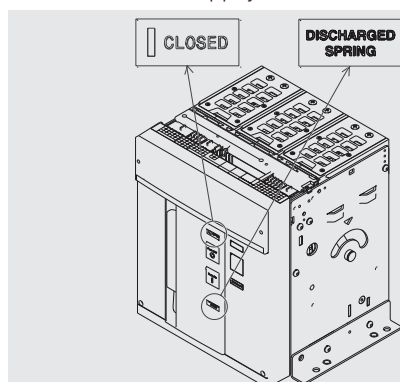

Figure 74
5. Contrôler que le disjoncteur soit fermé (indicateur ouvert/fermé "I - CLOSED"), et contrôler que les ressorts sont débandés (indicateur ressorts "blanc - DISCHARGED SPRING") comme indiqué dans la Figure 74.